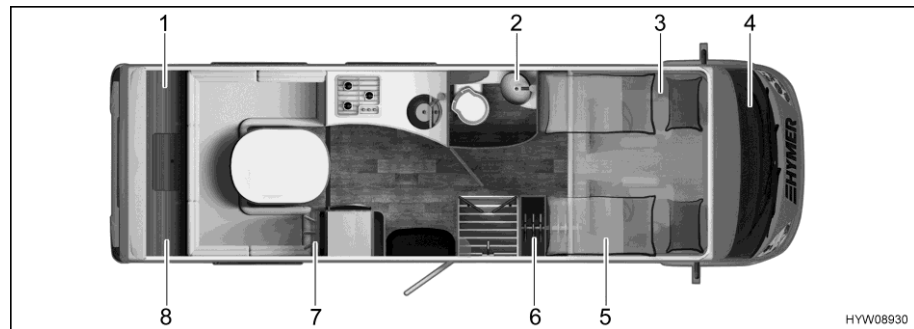

Fig. 193 Valvole di sfiato (posizione)
- nel garage di coda (Fig. 193,1 e 8)
- nell'armadio del lavabo (Fig. 193,2)
- nella console del sedile del conducente (Fig. 193,3)
- sotto a una copertura presente sul cruscotto (Fig. 193,4)
- nel vano a destra del sedile del passeggero (Fig. 193,5)
- sotto l'armadio guardaroba (Fig. 193,6)
- nel vano (Fig. 193,7)